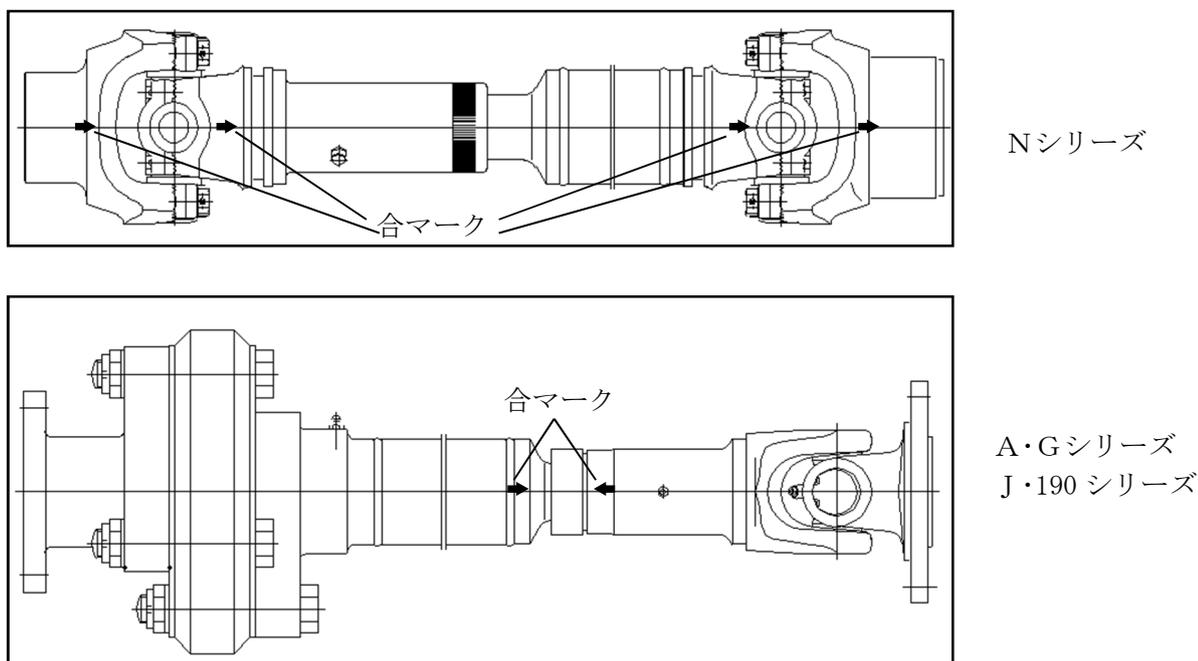

図3 合マーク
- ユニバーサルジョイント両端部のヨークの位相が合っていることを確認して下さい。釣り合い良さを修正したものについては、図3のように合マークが刻印されています。